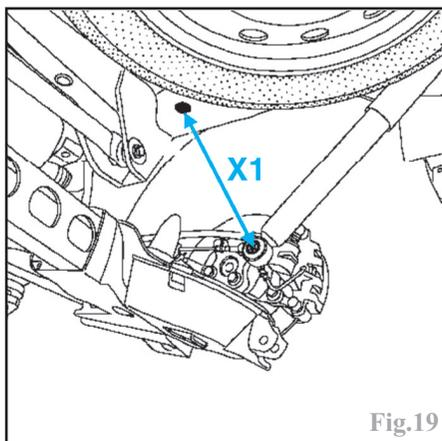

Fig.19
-orienter l'amortisseur pour obtenir une cote : $X1 = 343 \text{ mm}$, puis serrer au couple prescrit une vis neuve pour fixer la partie supérieure de l'amortisseur (Fig.19).